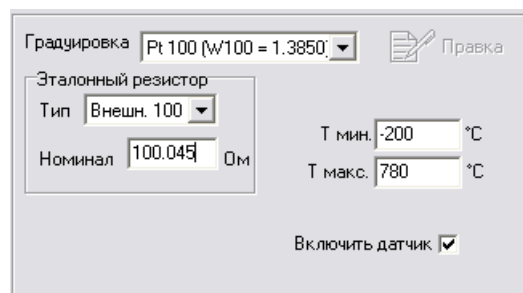

Рисунок 3.6
- установить точное значение внешнего эталонного резистора (рисунок 3.6).
- установить точное значение сопротивления внешнего эталонного резистора (рисунок 3.6).